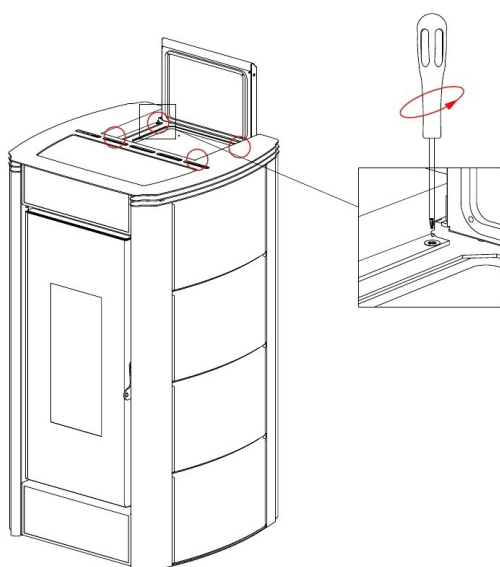

Fig. 23 - Verwijdering van de schroeven
- Het deksel verwijderen: de bovenste 4 schroeven losdraaien (zie **Fig. 23 op pag. 19**).